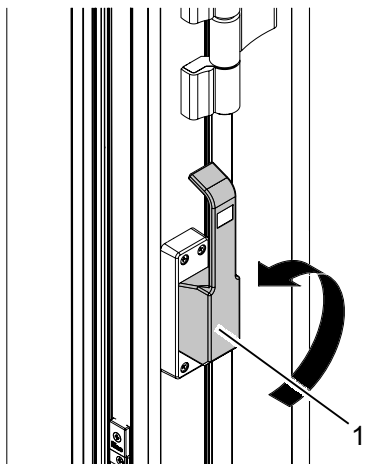

Abb. 4: Türtreibriegel oben = Schiebefunktion
2. Ggf. Türtreibriegel (Abb. 4) um 180° nach oben in die Schiebefunktion bewegen.